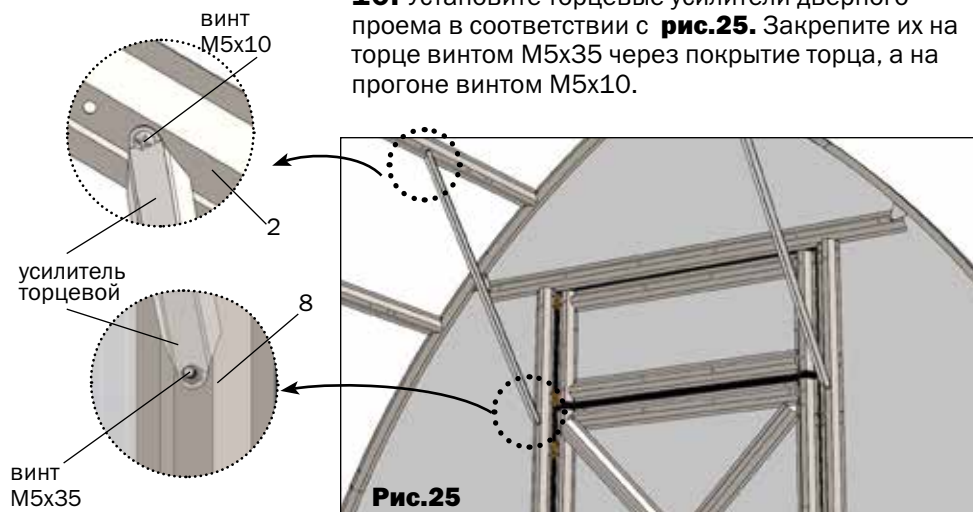

**Рис.24**
**6.** Установите накладку торцевую **16** на покрытие торца и закрепите ее на детали **5** через покрытие (рис.20 и рис.24). Под деталью **16** находится стык кусков покрытия торца.
**8.** Шайбы на торце установите в соответствии с рис.24.
**9.** Установите уголок для крючков на торце и двери для фиксации ее в открытом состоянии рис.24